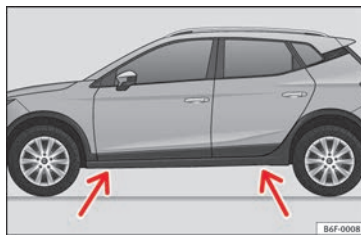

Fig. 82 Punti di appoggio per il cric.
- Individuare nel longerone il punto di appoggio del cric (zona avvallata) più vicino alla ruota da sostituire ►► fig. 82.